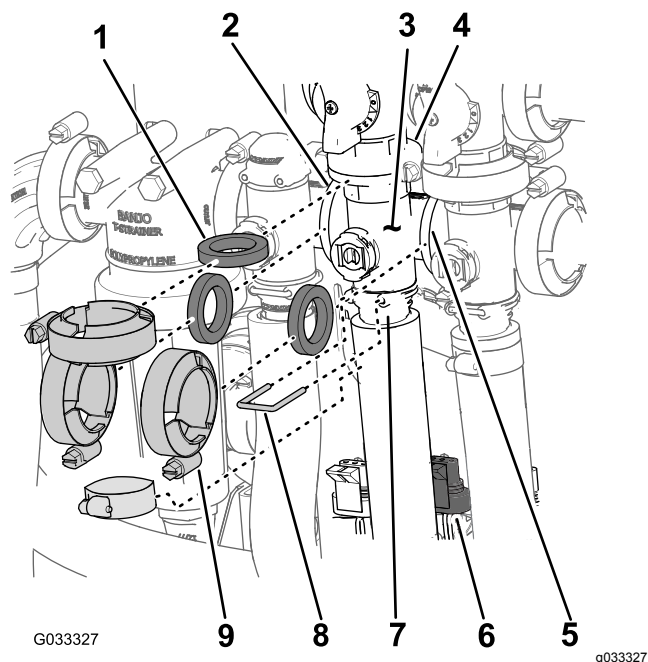

Рисунок 64
1. Снимите хомуты и прокладки, которые крепят коллектор клапана перемешивания (Рисунок 64) к перепускному клапану перемешивания, клапану управления нормой внесения, главному клапану секций и переходному штуцеру (дроссельный клапан перемешивания).
2. Снимите держатель, который крепит выпускной штуцер к коллектору клапана управления интенсивностью опрыскивания (Рисунок 64).